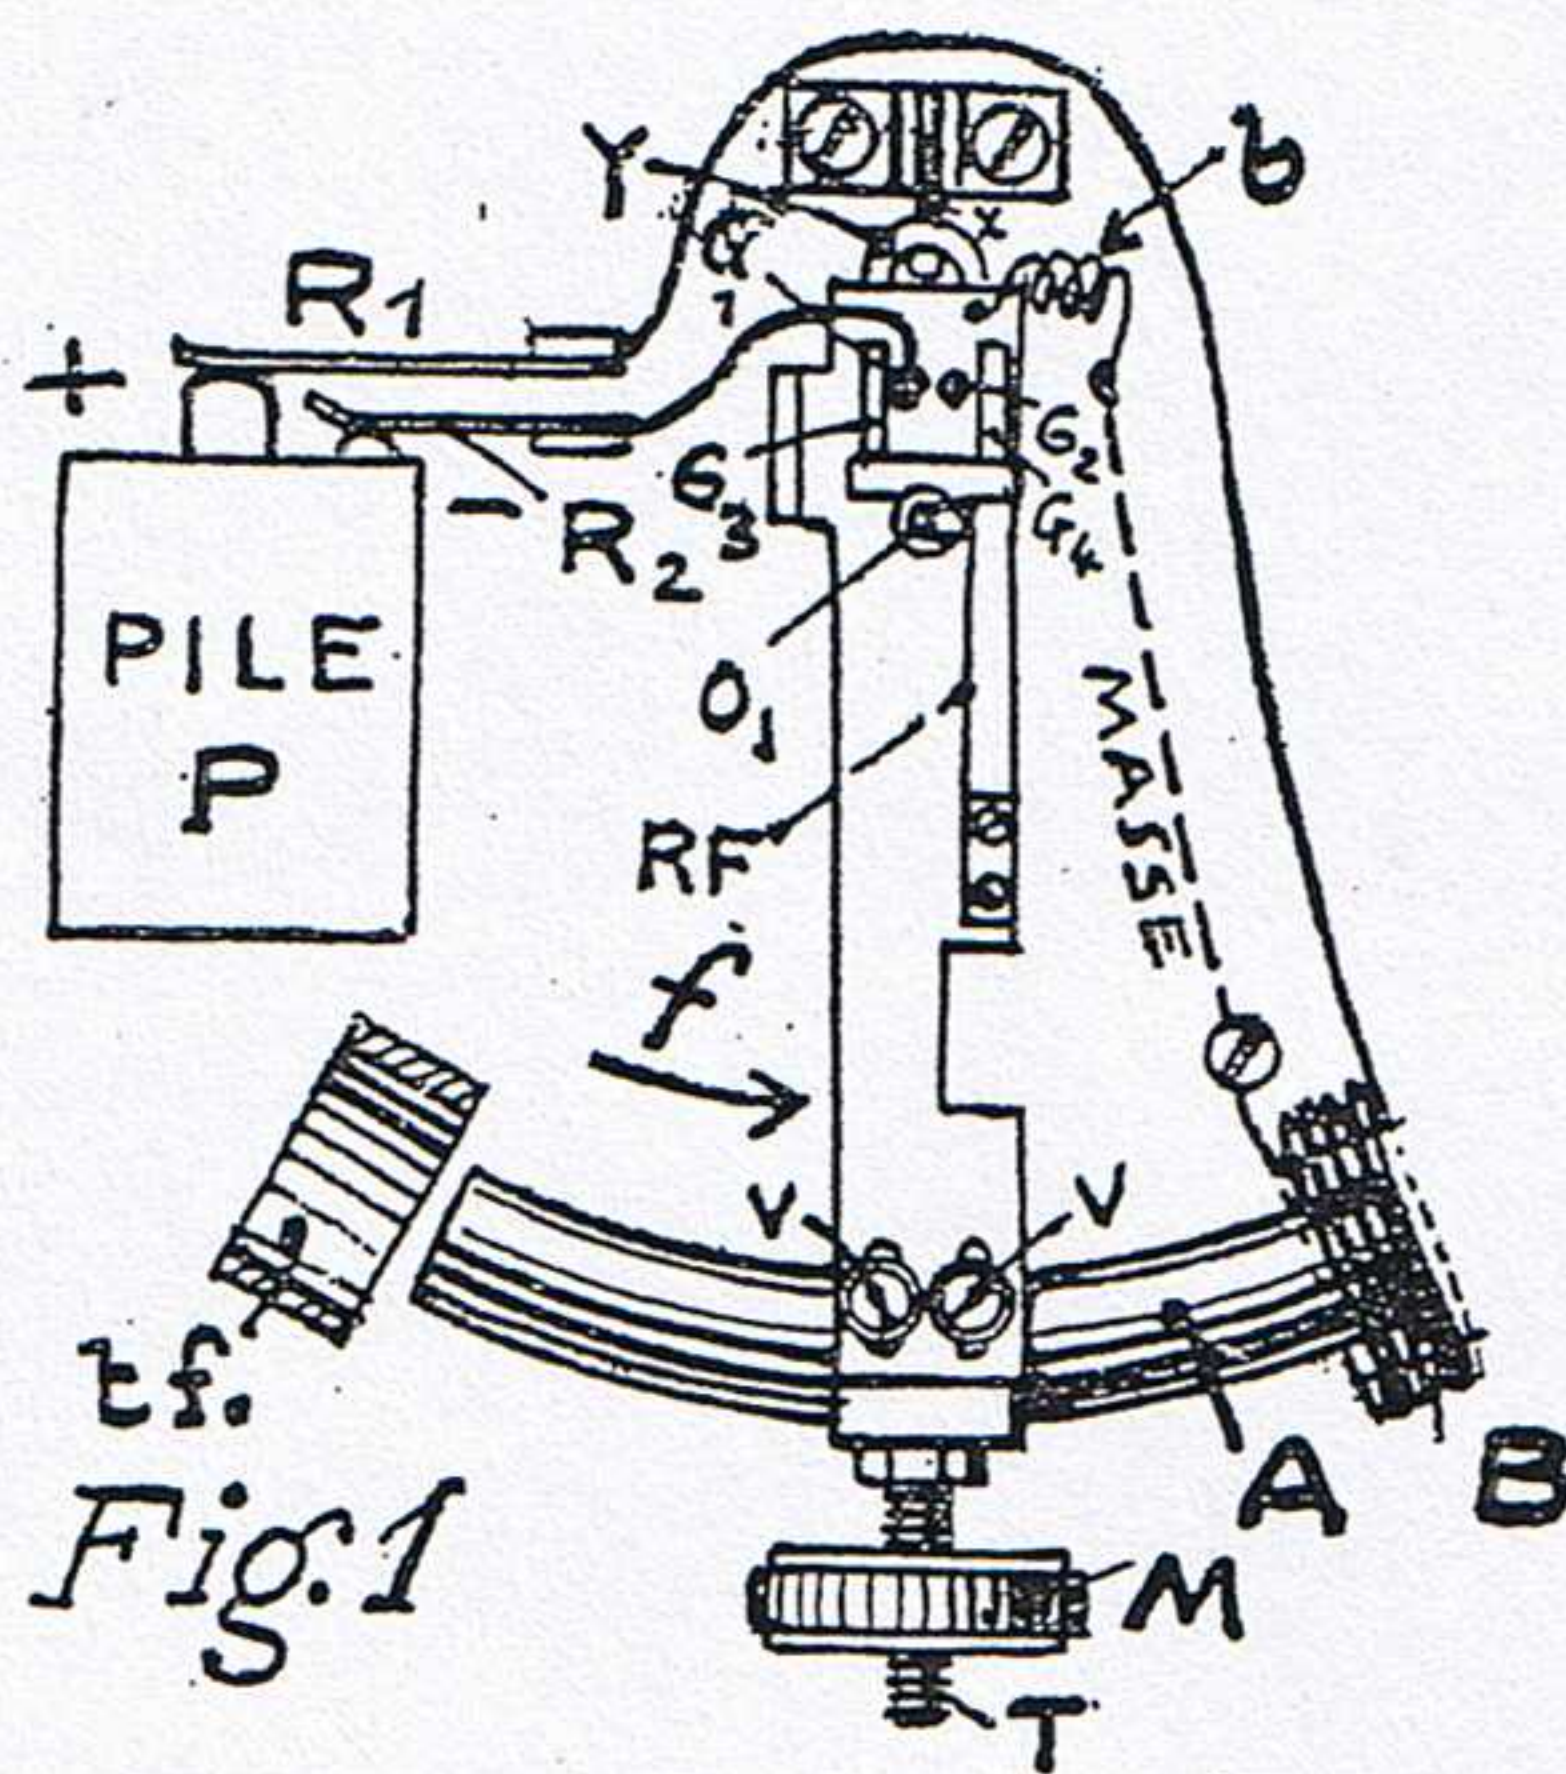

Fig. 1. — Schéma général des mécanismes horaires « ATO » à courts balanciers
entre les goupilles G_2 et G_4 . Mais, seule, la goupille G_1 est montée sur une plaquette isolée électriquement, et reliée à la borne négative de la pile comme l'indique la fig. 1. Par suite, le courant ne passe que lors des contacts entre la goupille platinée G_1 et la goupille en or G_3 , ce qui permet de réaliser l'entretien des oscillations.
L'aiguille du milliampère-mètre doit se déplacer dès que le balancier se dirige dans le sens f . (fig. 1). On ne doit pas constater un grand retard du passage du courant par rapport au commencement des courses de sens f .
a) L'axe O_1 (fig. 1, 2 et 2 bis) doit être très propre, bien poli et tourner dans des trous bien huilés, afin que le frottement soit doux et que la rotation de la fourche formée par les goupilles G_3 et G_4 se fasse sans vibrations, ni saccades ;
c) *Retard des aiguilles.* — Pour que les aiguilles avancent régulièrement, il faut que la roue à rochet progresse de une dent à chaque course du balancier en sens f (fig. 1). Il faut donc qu'il ne se produise pas de ratés dans l'encliquetage.
Il faut s'assurer aussi que l'on n'a pas retiré, ni modifié le tube de cuivre électrolytique $t f$ (voir fig. 1). Ce tube, dans lequel se développent les courants de Foucault, a pour but de freiner les oscillations exagérées du balancier lorsque la pile est neuve.
f) *Cas où l'on ne peut corriger suffisamment la marche par la masse de réglage molletée.* — Si la pendule continue à retarder légèrement et régulièrement, bien que la masse molletée M (fig. 1), soit en haut de sa course, il suffit de remonter légèrement la bride de l'aimant. Celle-ci est fixée sur le balancier par des vis traversant des trous ovales. On peut, par suite, remonter légèrement l'aimant, ce qui remonte le centre de gravité et permet d'obtenir le réglage lorsque la masse molletée est au milieu de sa course. Au cas où la masse M est en bas de sa course et que la pendule avance, on peut obtenir aussi le réglage en abaissant légèrement la bride d'aimant. En général, il suffit d'un petit déplacement de 1 à $3/10$. (S'assurer que l'aimant est bien placé transversalement et ne risque pas de frotter sur la bobine B ou le tube $t f$. Bloquer énergiquement les vis.)